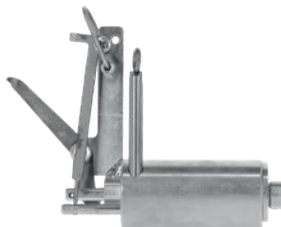

Fig. 12
9. Aparato disparado (véase fig. 12).